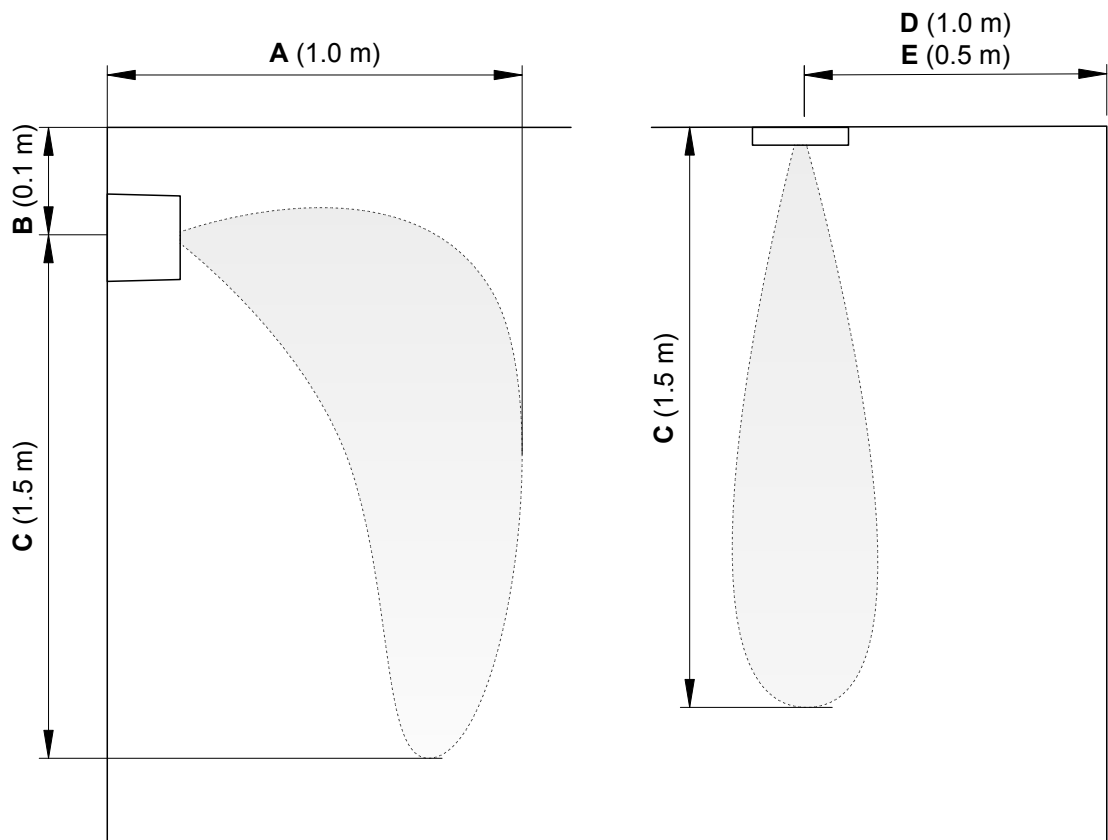

Abb. 7: Einzuhaltende Minimalabstände bei der Platzierung der Befeuchtereinheiten
- Die Befeuchtereinheiten sind so zu platzieren, dass sich der Nebel frei im Raum verteilen kann. Die einzuhalten Minimalabstände sind nachfolgend aufgeführt und in der Abb. 7 ersichtlich.